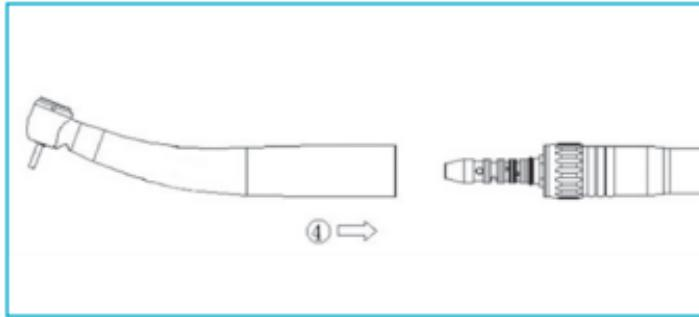

Fig. 6-5
- Montare con precisione il dispositivo medico sull'attacco LED finché non si sente il suono del bloccaggio nel dispositivo medico (Fig. 6-5④).